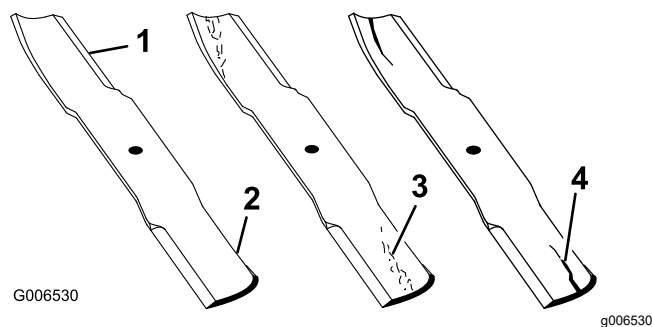

Figura 57
1. Inspeccione as extremidades de corte (Figura 57).
4. Se verificar quaisquer fissuras, desgaste, ou a formação de ranhuras nesta área instale imediatamente uma lâmina nova (Figura 57).